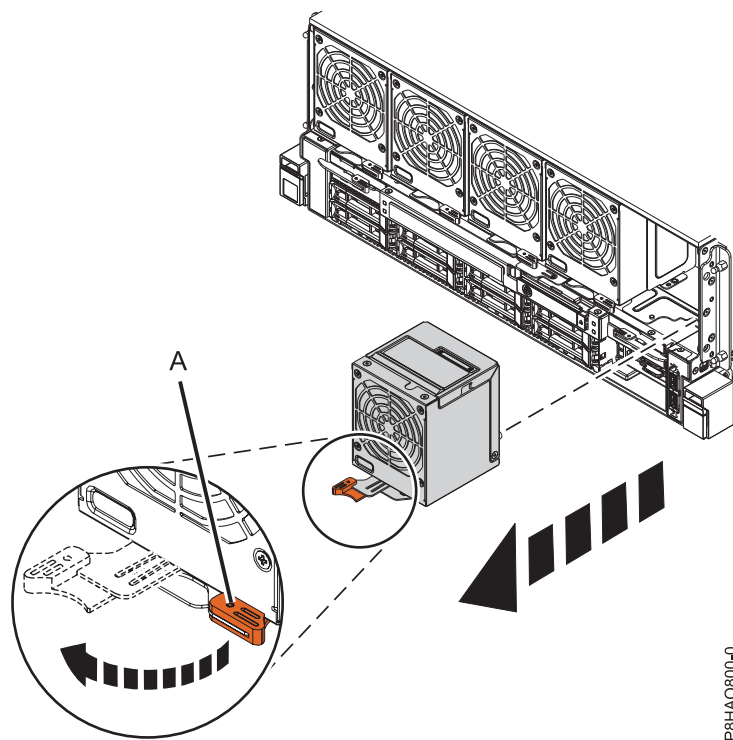

Figura 8. Removendo o ventilador frontal
1. Gire a alça do ventilador (A) na direção mostrada em Figura 8 na página 9 para destravar o ventilador do slot.